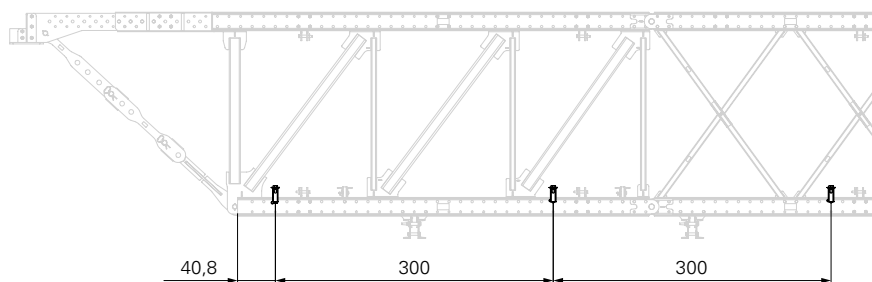

Fig. D1.07
3. Montare gli attacchi a mensola successivi (81) a distanza di 300 cm. (Fig. D1.07)